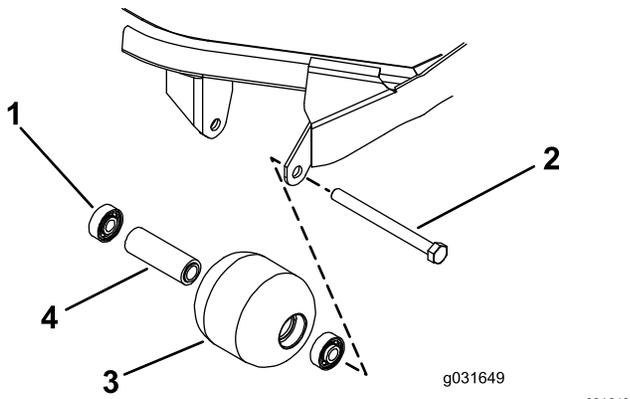

Figure 71
- Retirez le boulon de fixation du galet (Figure 71).
- Vérifiez l'état du logement de roulements, des roulements et de la douille d'écartement (Figure 71).
- En exerçant une pression uniquement sur la bague extérieure ou uniformément sur les bagues intérieure et extérieure, poussez le premier roulement dans le logement du galet (Figure 71).
- Insérez l'entretoise (Figure 71).
- En exerçant une pression uniquement sur la bague extérieure ou uniformément sur les bagues intérieure et extérieure, poussez le second roulement dans le logement du galet jusqu'à ce qu'il rencontre l'entretoise (Figure 71).